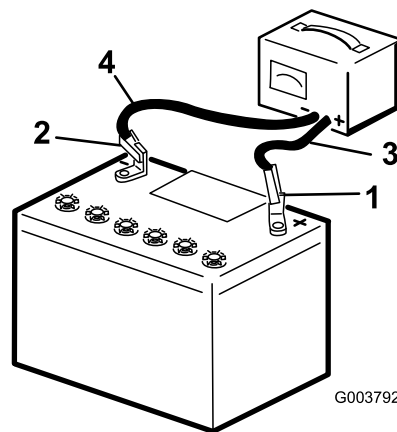

Figure 42
2. Chargez la batterie au régime de 3 à 4 ampères durant 4 à 8 heures (Figure 42). Ne chargez pas la batterie excessivement.
3. Quand la batterie est chargée au maximum, débranchez le chargeur de la prise, puis débranchez les fils du chargeur des bornes de la batterie (Figure 42).